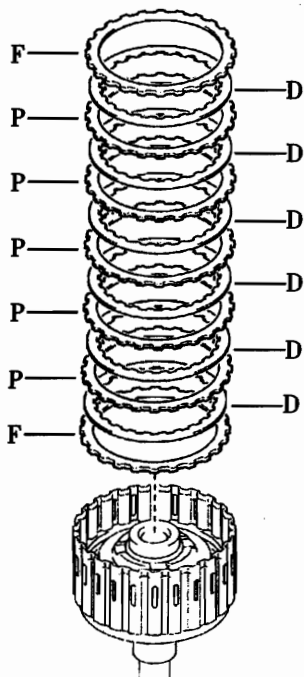

图 12-1-129
②如图 12-1-129 所示, 从输入轴总成上拆下 2 个法兰、6 个离合器盘和 5 个离合器片。
②如图 12-1-129 所示, 从离合器鼓总成上拆下倒挡离合器法兰、6 个离合器片和 5 个离合器盘。
(5) 安装直接挡离合器盘。
①如图 12-1-129 所示, 将倒挡离合器法兰、6 个离合器片和 5 个离合器盘安装到离合器鼓分总成上。